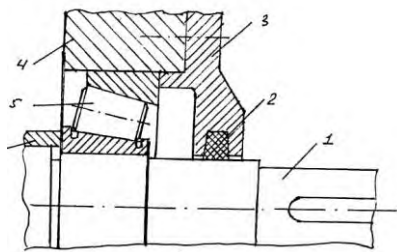

Рисунок 15.2
2. при установке в подвижные сальники кольца можно сдвигать (рис. 15.2).
На рис.15.2 показана установка сальникового кольца в теле крышки подшипникового узла. 1 – вал, 2 – сальниковое кольцо, 3 – крышка подшипникового узла, 4 – корпус редуктора, 5 – роликовый подшипник, 6 – кольцо.